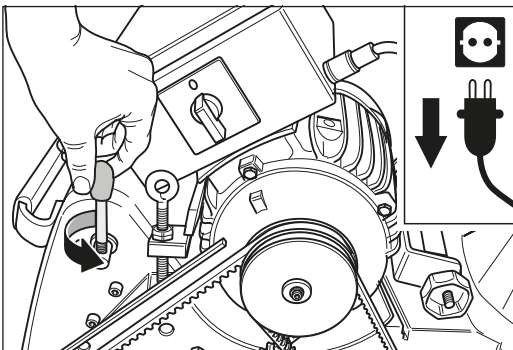

Fig. 28 Dévissez le levier de serrage.
- 7 Retirez le levier de serrage en le dévissant (fig. 28).